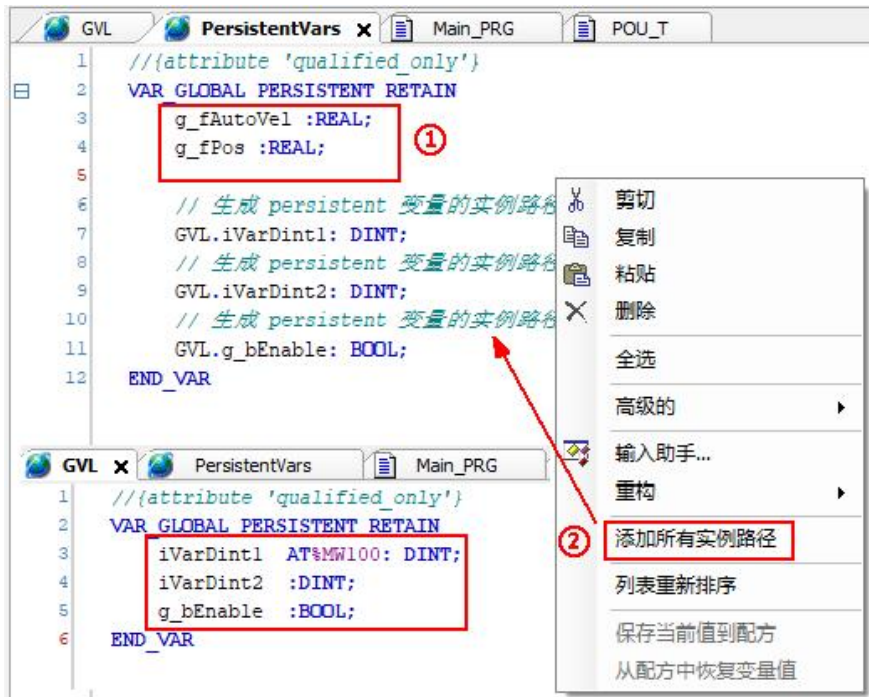

图 3.15 声明掉电保持变量的 2 种方法
用户可以直接在掉电保持变量列表中声明掉电保持变量，如图 3.15 中的①所示。
建议用户在全局变量列表中声明 PERSISTENT RETAIN 或 RETAIN 关键字，然后通过“添加所有实例路径”，在掉电保持列表中生成实例路径。如图 3.15 中的②所示。